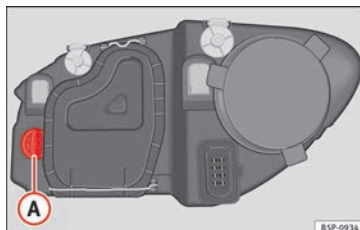

Fig. 177 Lampadina dell'indicatore di direzione.
- Ruotare il portalampada » fig. 177 Ⓐ a sinistra e tirare.